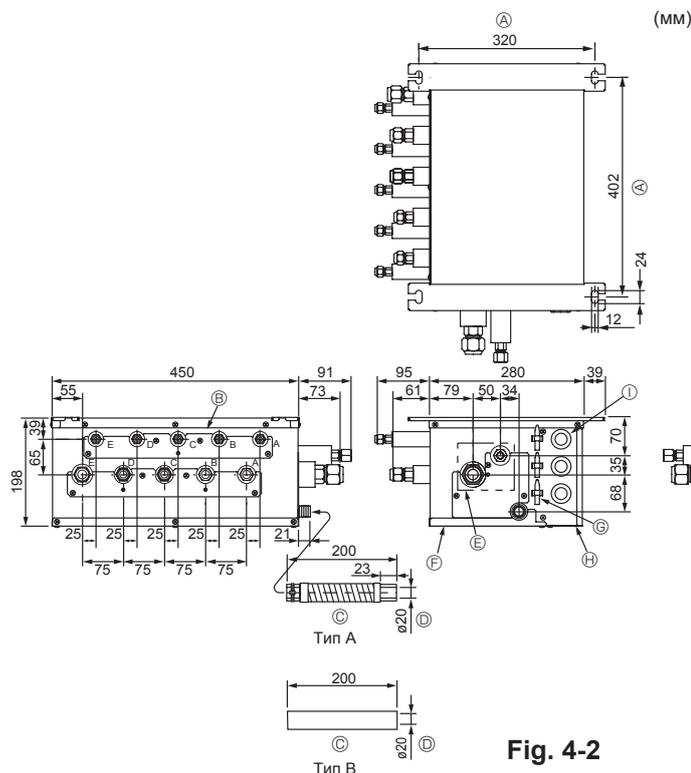

Fig. 4-2
■ PAC-AK51BC (Fig. 4-2)
- (1) Установите подвесные болты (приобретаются на месте), соблюдая указанный шаг (Fig. 4-2, 4-3).